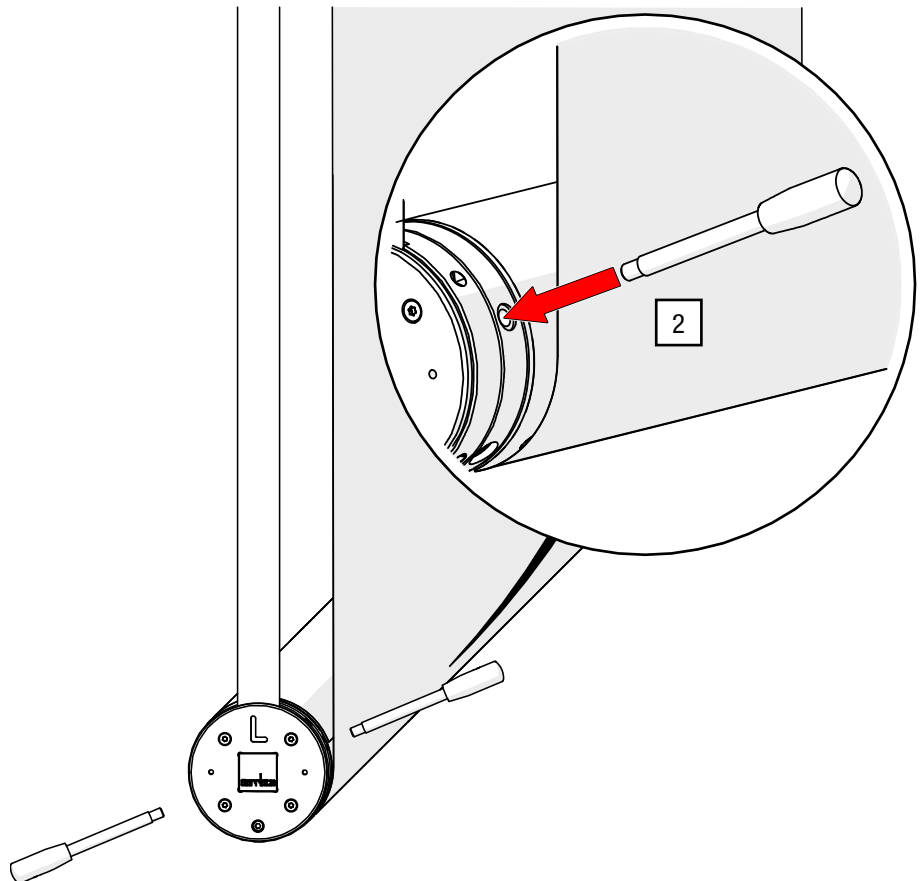

Abb. 30: Spannhebel an Spannring fixieren
2. Fixieren Sie zwei Spannhebel (z.B. eine M12 Schraube oder Ganter Spannhebel – nicht im Lieferumfang enthalten) in den vorgesehenen M12 Gewindebohrungen am Spannring handfest (siehe Abb. 30).